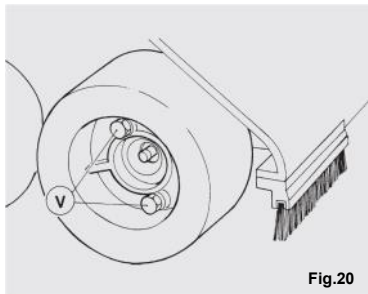

Fig.20
Après une certaine période d'utilisation, il s'avère nécessaire de remplacer une ou plusieurs roues. Pour le remplacement enlever la vieille roue en dévissant les deux vis (V) et substituer la roue (Fig.20).